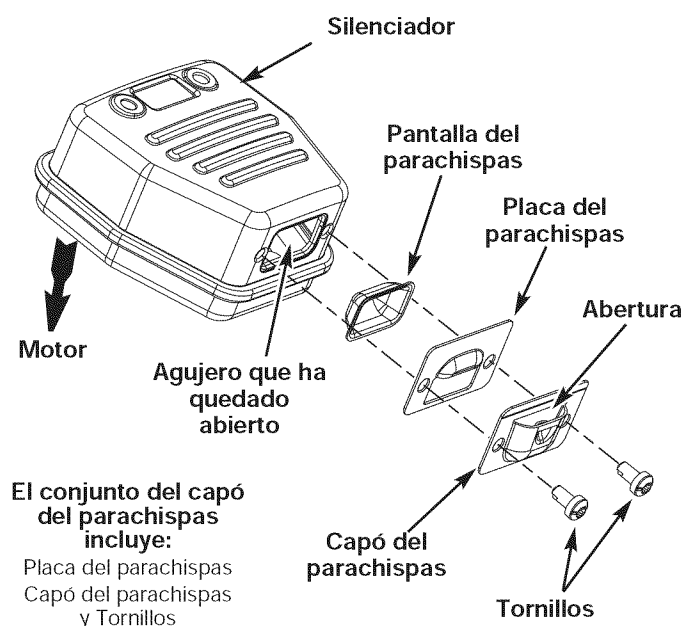

Fig. 28
2. Localice el silenciador, pero no lo quite. Busque los dos (2) tornillos en la parte inferior del silenciador (Fig. 28). Estos dos tornillos unen el conjunto de deflector de escape y la pantalla del parachispas a la parte inferior del silenciador. Quite los dos (2) tornillos usando una llave torx No. 20 o un destornillador plano.
6. Coloque la placa del parachispas encima del parachispas con el lado "levantado" hacia arriba mirando al motor (Fig. 28).
7. Coloque el capó del parachispas encima de la placa del parachispas con el lado "levantado" hacia arriba y la apertura mirando en dirección CONTRARIA al motor (Fig. 28). Asegúrese de que el escape se dirija en dirección CONTRARIA al motor.